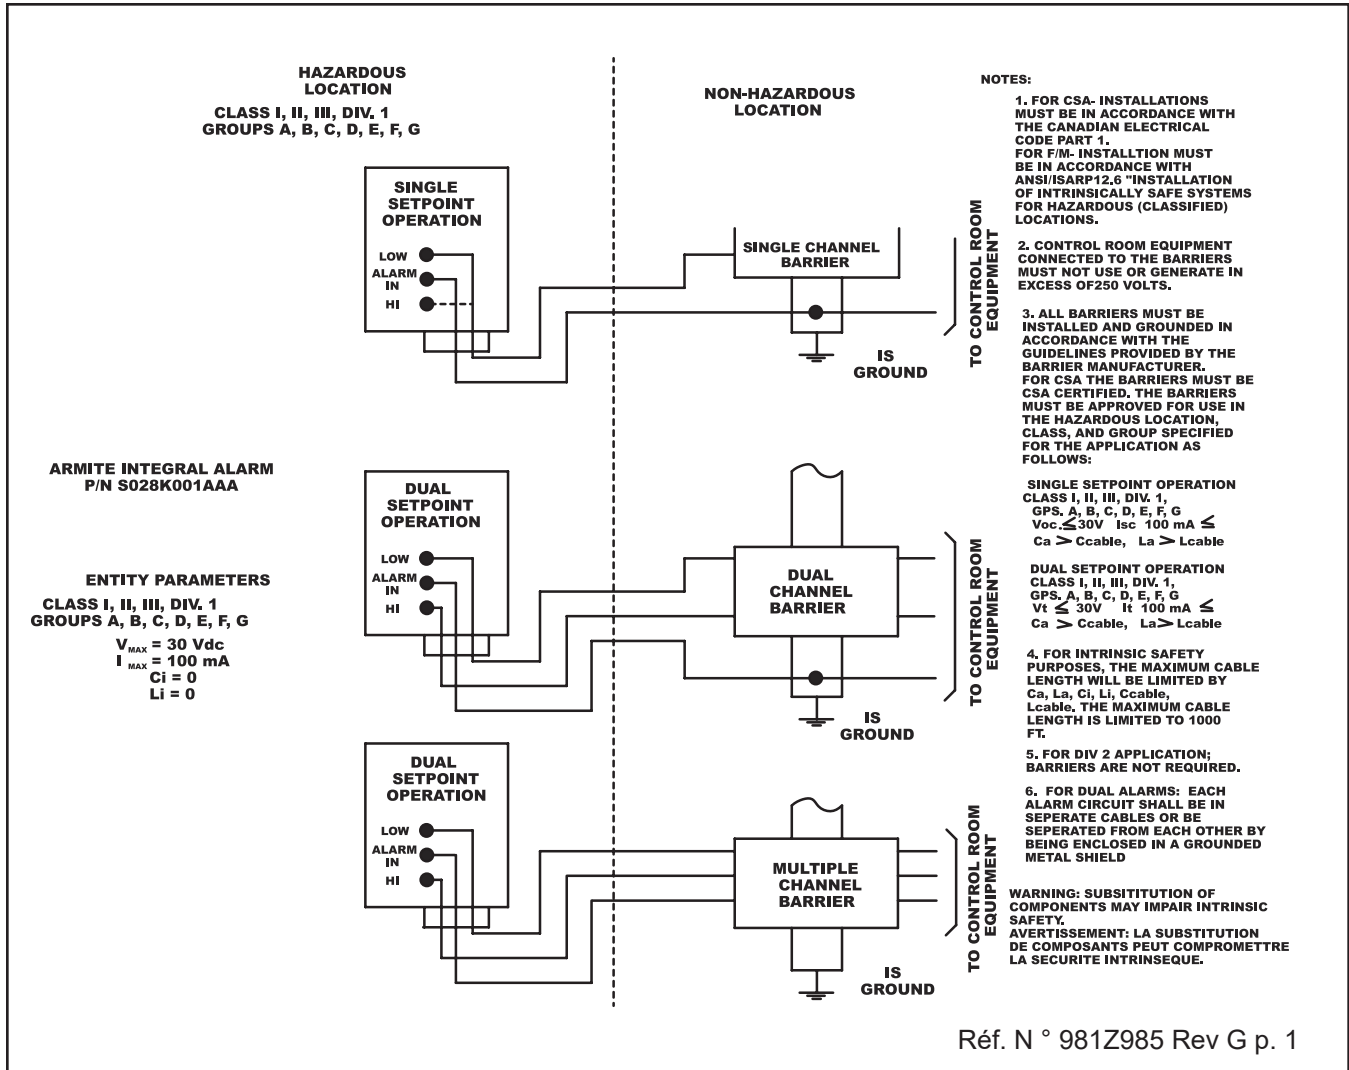

Figure 2-4 Installation de l'alarme du contacteur Reed EN Utilisant des barrières IS.
B. Pour les installations approuvées par Factory Mutual et pour CSA/NRTL/C Installations certifiées, reportez-vous aux figures 2-4 et 2-5. Sur la carte de circuit imprimé du système se trouve un bornier à trois bornes marqué « Circuit d'alarme ». La borne du milieu est marquée « Alarm In ». Cette borne est commune aux applications d'alarme haute et basse. Un circuit est complété en connectant les fils à « Alarm In » et à « HI » pour l'alarme de débit élevé ou « LO » pour l'alarme de faible débit. Les fils utilisés doivent être compris entre 12 et 20 AWG. Retirez 0,3 pouce d'isolation avant d'insérer le fil dans le bornier et de serrer la vis.